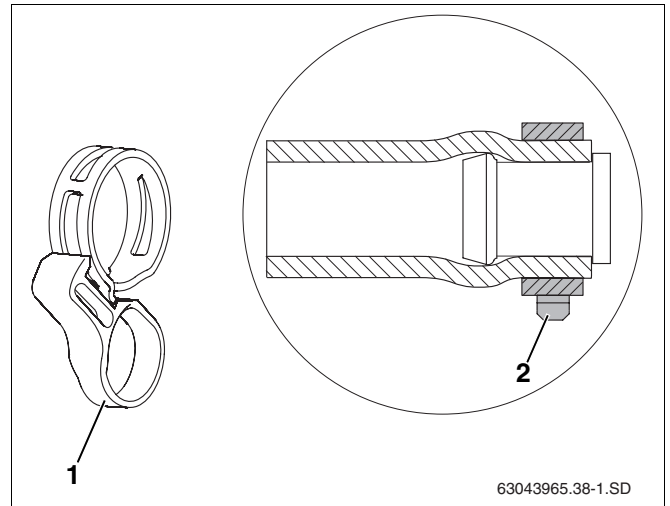

fig. 36 Braçadeira de mola com anel de fixação e no estado montado no tampão cego pré-montado
- ▶ A posição correcta da braçadeira de mola deve ser impreterivelmente assegurada antes de retirar o anel de fixação (fig. 36, **item 1**) (fig. 36, **item 2**). Soltar posteriormente o anel de fixação.